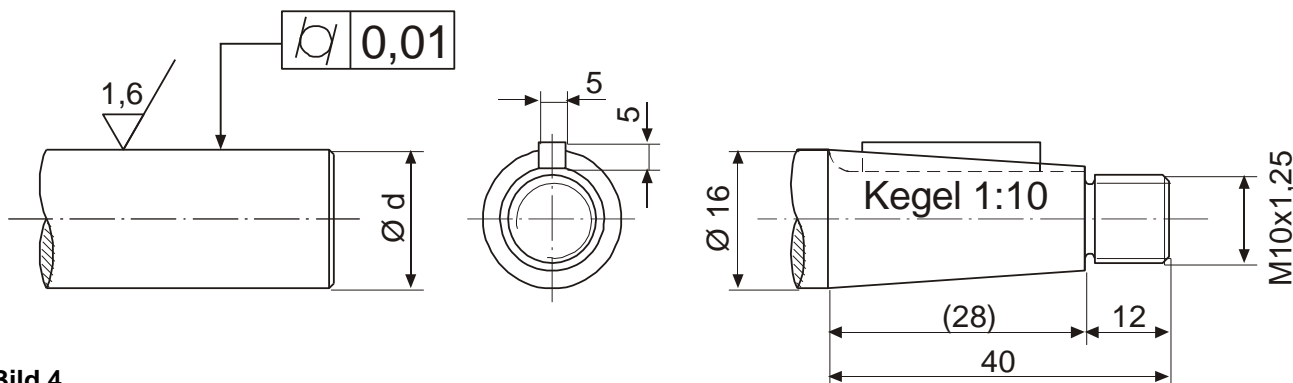

Bild 4
- ☐ Die Toleranzen wie in Bild 4 dargestellt sind einzuhalten.